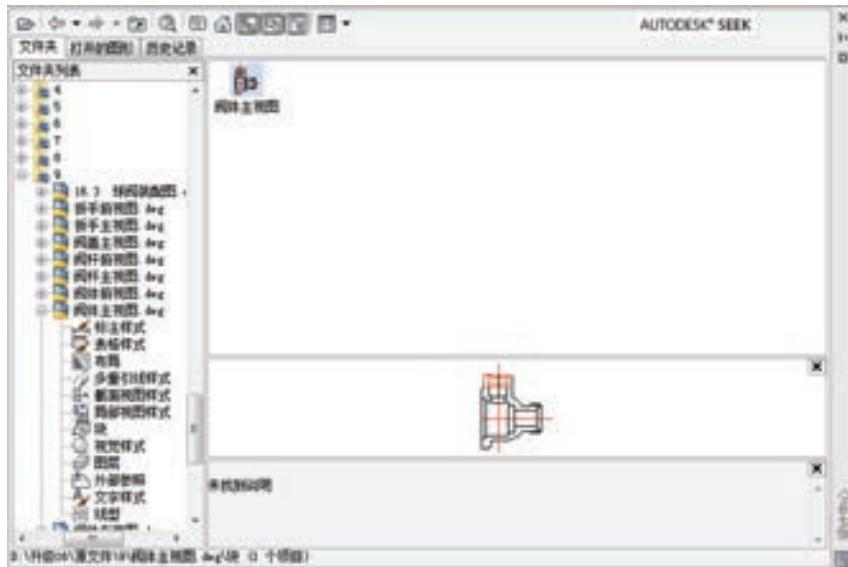
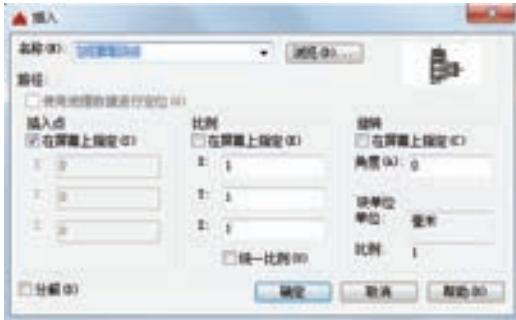

图 9-8 “设计中心”对话框之阀体
图 9-9 “插入”对话框
1) 插入阀体平面图。选择菜单栏中的“工具”→“选项板”→“设计中心”命令，AutoCAD 弹出“设计中心”对话框，如图 9-8 所示。在 AutoCAD 设计中心中有“文件夹”“打开的图形”和“历史记录”等选项卡，用户可以根据需要选择相应的选项。
在设计中心中单击“文件夹”选项卡，则计算机中所有的文件都会显示在其中，在其中找出要插入阀体零件图的文件。选择相应的文件后，用鼠标双击该文件，然后用鼠标单击该文件中“块”选项，则图形中所有的块都会出现在右边的图框中，如图 9-8 所示。然后在其中选择“阀体主视图”块，用鼠标双击该块，则弹出“插入”对话框，如图 9-9 所示。按照图示进行设置，插入的图形比例为“1：1”，旋转角度为“0”，然后单击“确定”按钮，此时 AutoCAD 在命令行会提示：